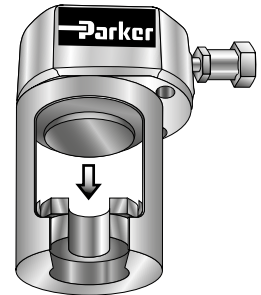

Figure 6
2. Insérez la matrice écrou en forme de U dans l'adaptateur du vérin hydraulique, comme illustré à la figure 6.